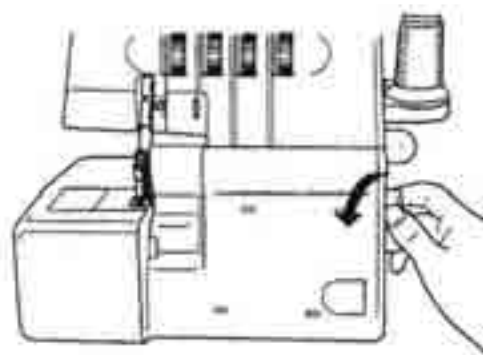

Fig.9b
1. Gire a roda manual ⑥ para si, até as agulhas se encontrarem na posição superior (fig. 9b).
Gire a roda manual ⑥ sempre para si (fig. 9b).